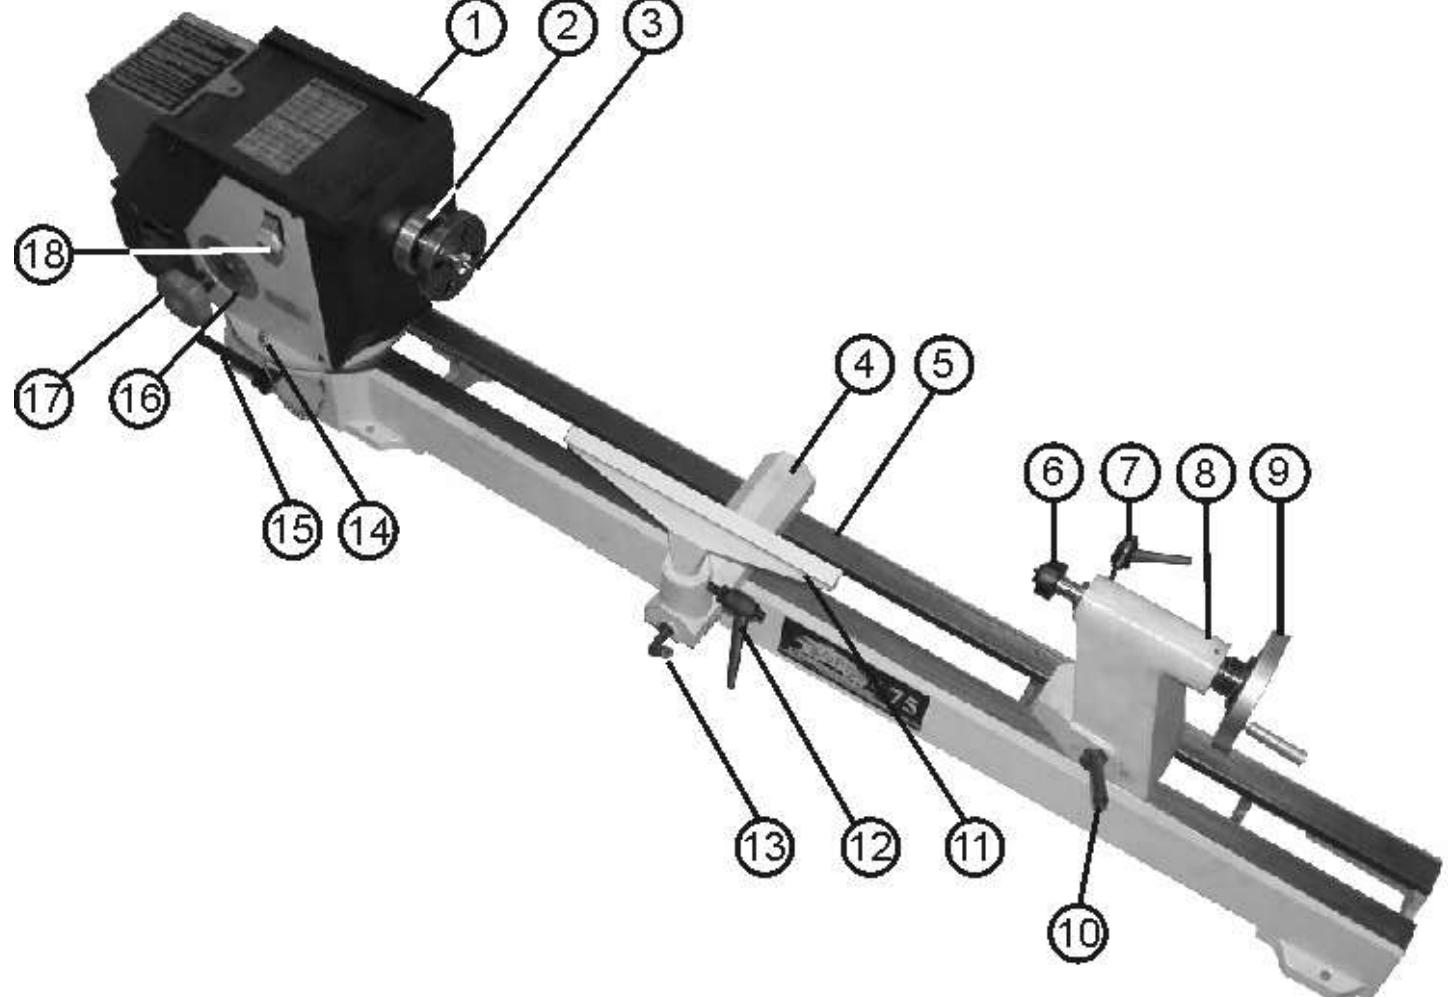

Рис.2
7.1. Машина состоит из следующих сборочных единиц и деталей (Рис.2):
8.4. Установите опору резцодержателя (4) на станине (5). Убедитесь, что зажимная пластина (24) ориентирована в соответствии с пазом на станине. Закрепите позицию фиксирующей ручкой (13). Установите 300 мм или 150 мм резцодержатель (11), Рис.2, в опору резцодержателя (4) и закрепите фиксирующей ручкой (12).
8.5. Установите узел задней бабки (8), Рис.2, на станину также, как опору резцодержателя (4). Установите фиксирующую ручку (10), Рис.2, и закрепите в нужном положении. Когда токарная машина готова к работе, она должна выглядеть как на Рис. 2.